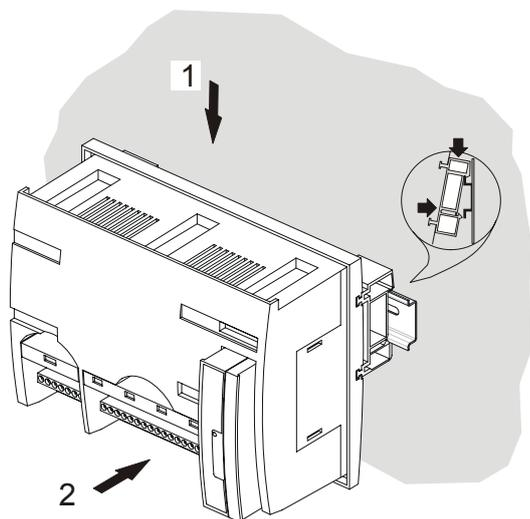

Рис. 13. Установка контроллера с MMI внутри шкафа (б)
6. Установите монтажные зажимы для крепления корпуса контроллера к DIN-рейке как показано на (Рис. 13).